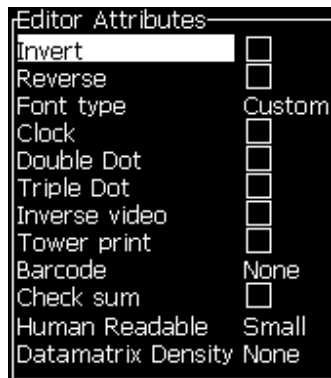

Figura 5-53: Menu Atributos do editor
- 1 Selecione *Atributos em linha* no menu *Editor* (pressione *ALT + E*). O menu *Atributos do Editor* aparece (veja Figura 5-53 na página 5-57).